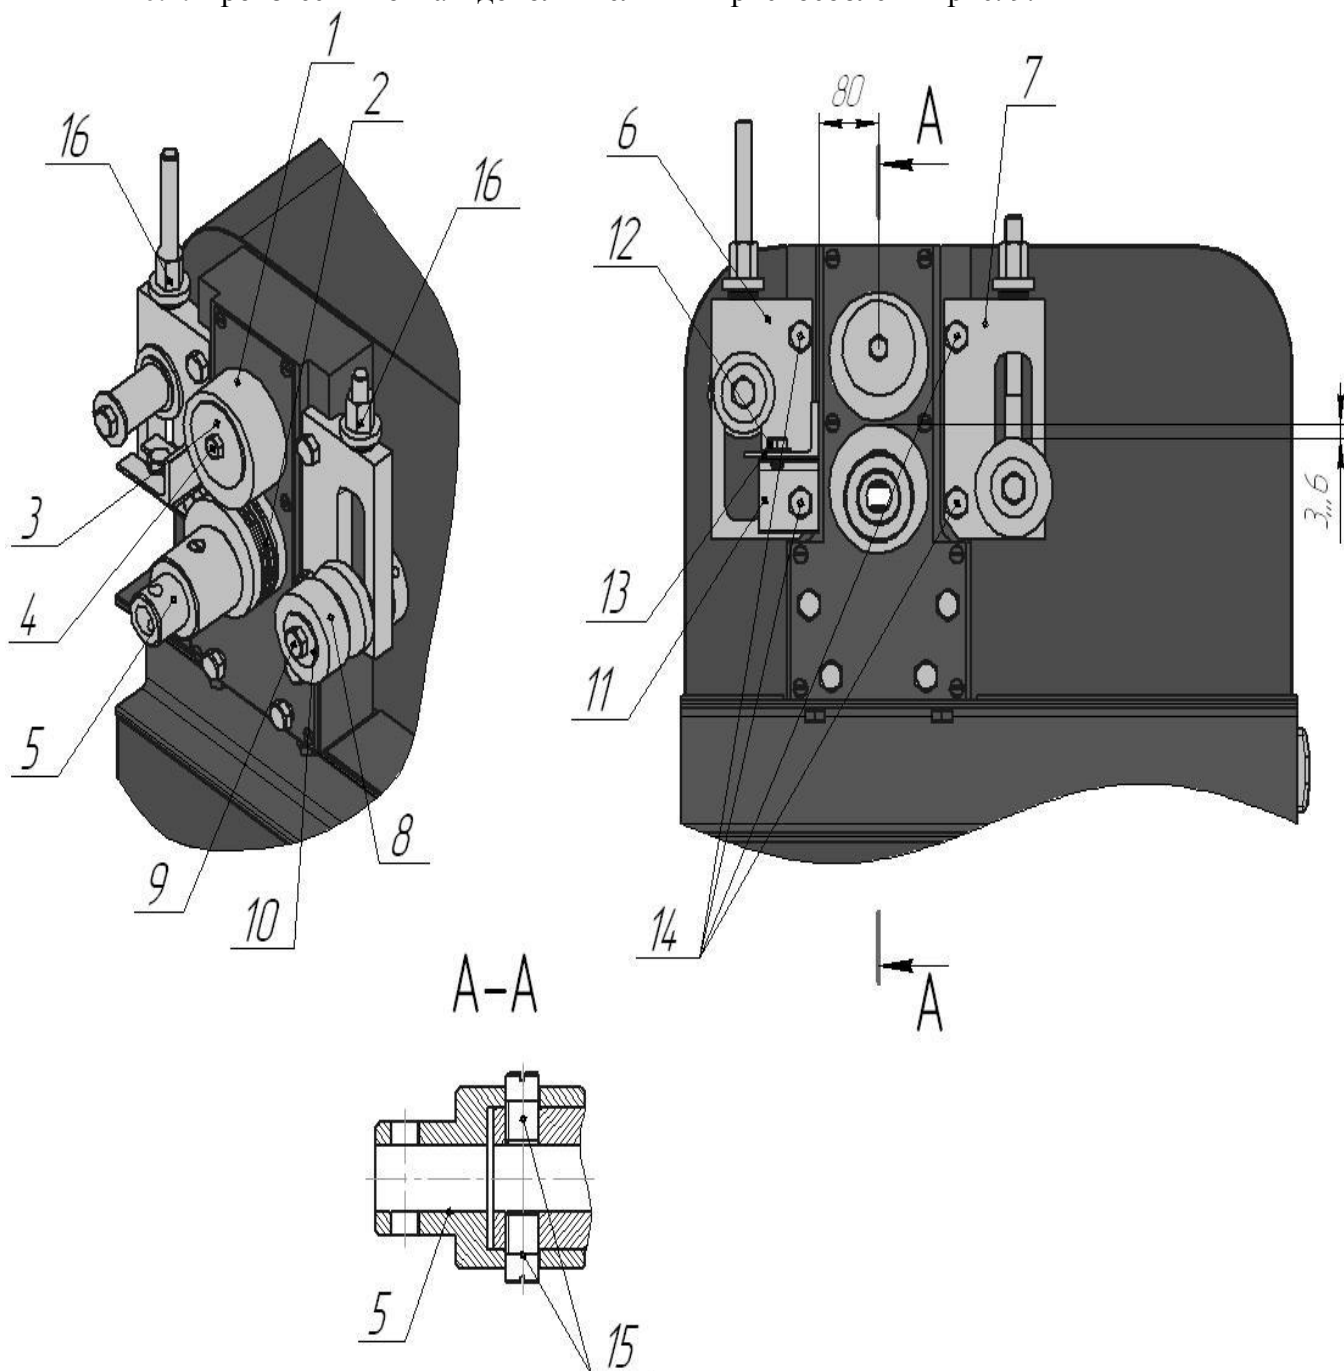

Рис.9 Монтаж дополнительных приспособлений для операции прокатки конца прутка под «Гусиную лапку».
10.2. Произвести монтаж дополнительных приспособлений рис. 9.
- 10.3.** При монтаже дополнительных приспособлений нужно учесть, что ролик левого модуля вальцов 6 требуется поднять на максимально возможную высоту, это осуществляется поворотом гайки 16 по часовой стрелке рис.9.
- 10.4.** После монтажа приспособлений необходимо произвести регулировку ролика правого модуля вальцов 7, путем поворота гайки 16 по часовой или против часовой стрелки до того момента как поверхность направляющей будет отдалена от поверхности валка с канавками 2 примерно 3...6 мм, рис.9.
- 10.5.** Выставить упор 13 - поверхность совместить с меткой на прокатном модуле рис.9 (метка находится примерно на расстоянии 80 мм. от центра оси вращения валков).
- 11.2. Произвести монтаж дополнительных приспособлений рис.9 с корректировкой – вместо эксцентрикового валка с канавками 2 используем гладкий эксцентриковый валок.
- 11.4. Выставить упор 13 – совместить с меткой на прокатном модуле рис.9.
- 12.2. Выставить упор 13 – поверхность совместить с меткой на прокатном модуле рис.9